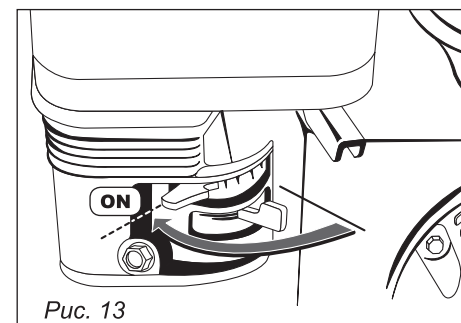

Рис. 13
4. Поверните ручку управления воздушной заслонкой в положение «ON» (холодный старт двигателя), (рис. 13).